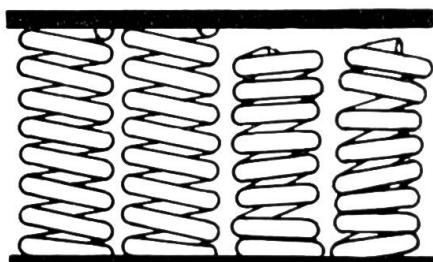

Fig. 6
**e) Ventilfedern prüfen:** Dieser Punkt wird meistens fälschlicherweise vernachlässigt. Bei den hohen Betriebstemperaturen, denen die Federn auf gewissen Motortypen ausgesetzt sind, und infolge der ununterbrochenen Beanspruchung, kann auch der beste Federstahl mit der Zeit erlahmen (Fig. 6). Die Folge ist, dass das Ventil zu langsam oder mit zu wenig Druck geschlossen wird und heisse Verbrennungsgase zwischen Sitz und Ventil vorbeistreichen, die den Sitz verbrennen.